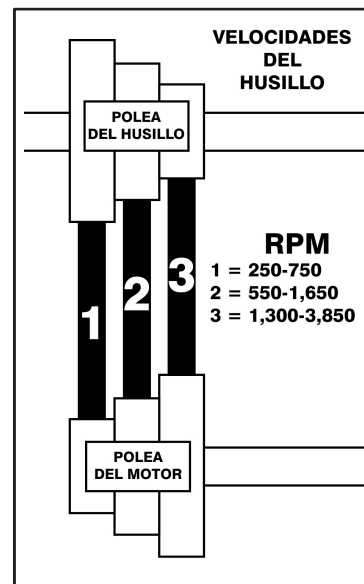

FIG. 8
4. Levante la Manija de la placa de conexión del motor (#19, D) para aflojar la tensión en la Correa Poly V (#16). Ahora se puede posicionar la correa en la Polea superior del husillo de nuevo (#52) y la Polea inferior del motor (#14, E) para el rango de velocidad deseado. FIG. 8 muestra las posiciones para las tres velocidades.